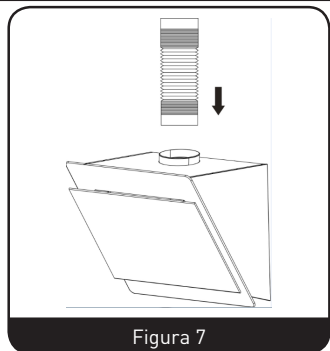

Figura 7
- Conecte el tubo de plástico en la parte superior de la campana extractora. (Figura 7)